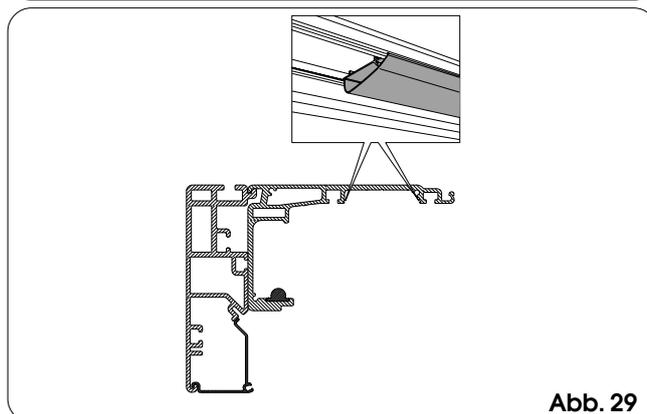

Abb. 29
- Durch Druck die Kabelführungskanäle in den Sitz des Halteprofils einsetzen, der nicht durch das Antriebsmodul belegt ist (Abb. 29).